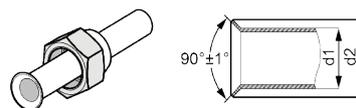

Fig.4.8
- 3 Retirez l'écrou évasé reliant le tuyau de raccordement intérieur et l'unité extérieure. Ensuite, utilisez l'outil d'évasement pour fixer l'écrou évasé dans le tuyau (voir Fig. 4.8).